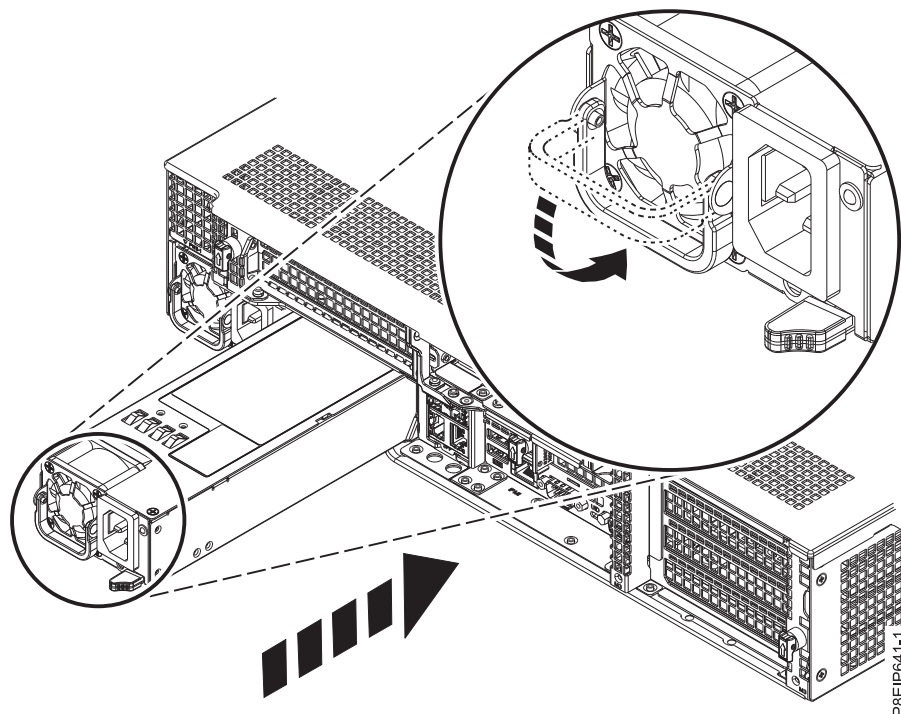

図 56. システムの電源装置の取り替え
2. 電源装置をベイに位置合わせします (97 ページの図 56 を参照)。ファンが左側にあり、プラグが右側にあるようにします。ラッチが所定の位置にロックされるまで、電源装置をシステム内に押し込みます。